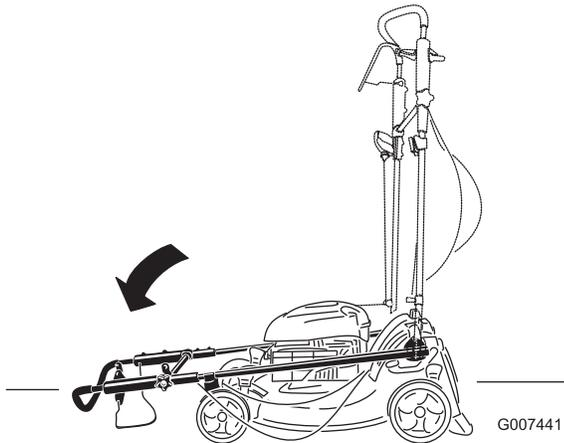

Bild 55
2. Schieben Sie den Griff ganz nach vorne und lösen Sie das obere Griffhandrad (Bild 55).